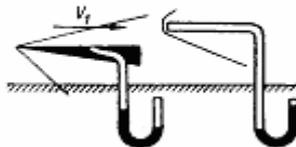

Рис.11
60. Давление, измеренное в сверхзвуковом потоке трубкой полного напора, в 12 раз больше давления, измеренного на щеке клина (рис. 11). Найти коэффициент восстановления давления торможения σ в прямом скачке.